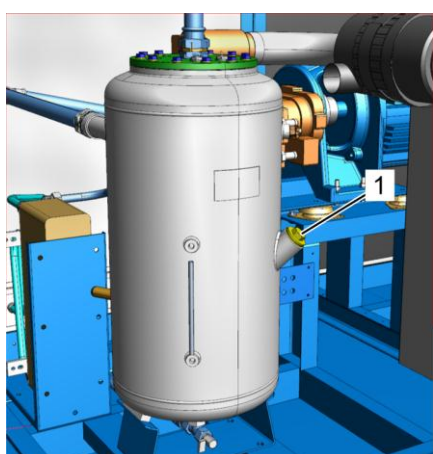

Рис. 60: Резьбовая пробка наливного отверстия
6. Отверните резьбовую пробку наливного отверстия (Рис. 60/1), извлеките ее и проследите за тем, чтобы не потерялось уплотнительное кольцо.
15. Вставьте резьбовую пробку наливного отверстия (Рис. 60/1) и затяните ее ☞ Приложение В «Моменты затяжки винтов» на странице 170.